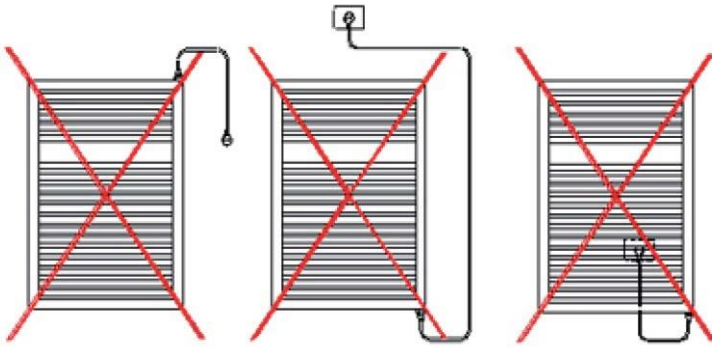

Abb. 2a
- Die Abbildung unten (Abb. 2a) zeigt Beispiele für eine nicht korrekte Installation des Badheizkörpers mit Steuerung Typ 6.